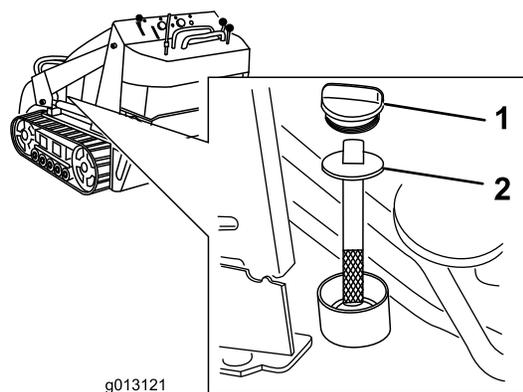

Рисунок 17
5. Очистите зону вокруг маслозаливной горловины гидравлического бака (Рисунок 17).
6. Снимите крышку с горловины заливного отверстия и проверьте уровень гидравлической жидкости с помощью щупа (Рисунок 17).